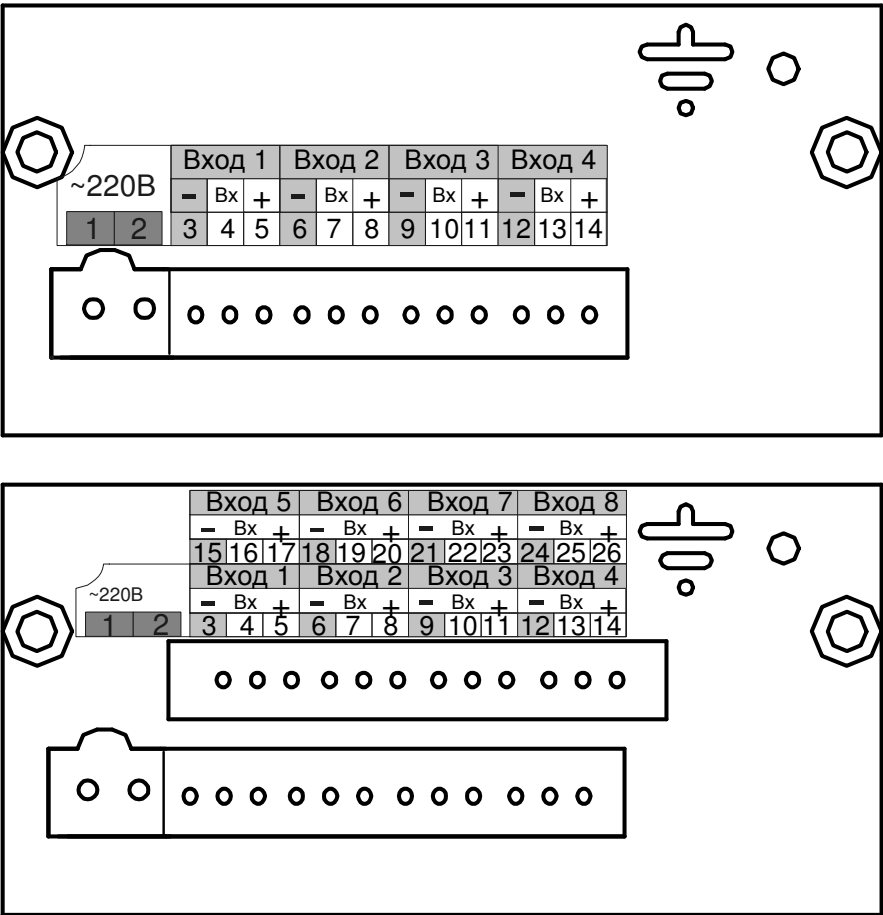

Рисунок 2 - Внешний вид задних панелей приборов ПКЦ-4, ПКЦ-8
4.4 На задней панели прибора (Рисунок 2) находятся: